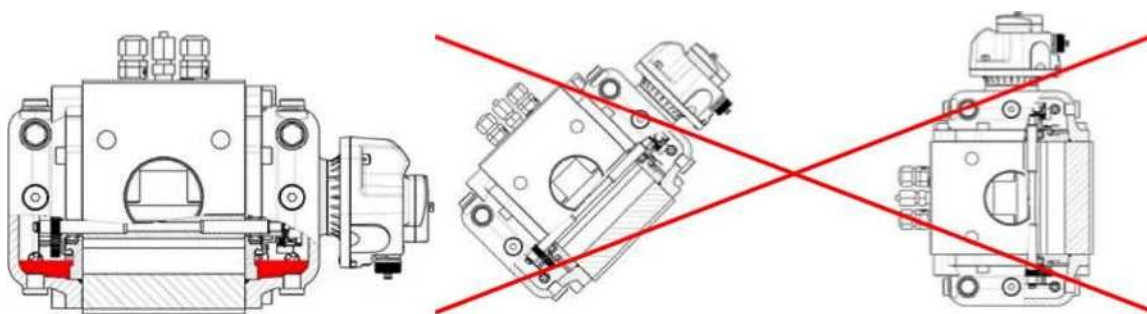

Рисунок 6 Расположение счетчика при монтаже
3.4.4 **Оси роторов счетчика должны быть в горизонтальном положении, максимальный допустимый наклон оси $\pm 5^\circ$ ($\pm 0,5^\circ$ для счетчиков с Ду 40 мм) (рис. 6).**